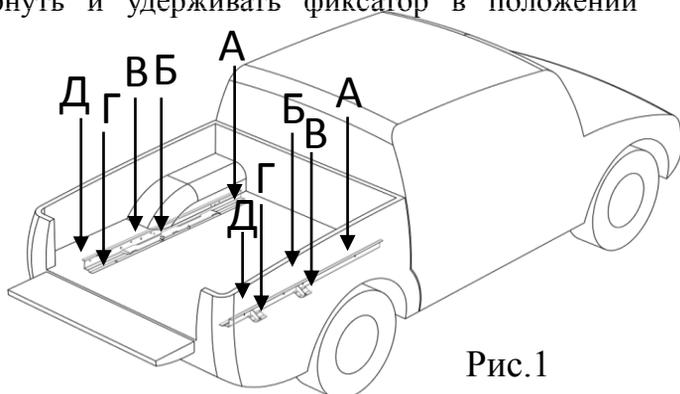

Рис.1
2. Зафиксировав положение роликовых направляющих, выдвинуть платформу и разметить положение центров монтажных отверстий А, Б, В, Г и Д (рис. 1). **Внимание!** Для выдвигания платформы необходимо повернуть и удерживать фиксатор в положении «открыто», как показано на рисунке 4.
- Задвинуть платформу по направляющим, как показано на рисунке 2. При необходимости выровнять положение платформы относительно бортов и затянуть поочередно болты А, Б, В, Г и Д (рис.1), постепенно выдвигая платформу.